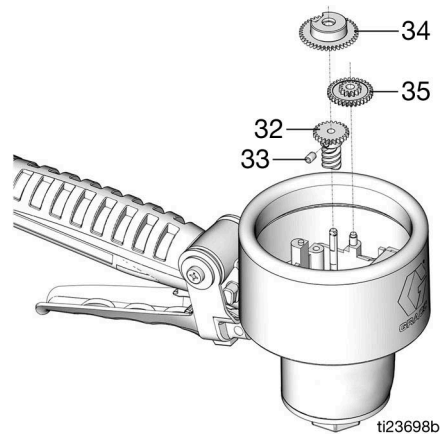

ABB. 18
6. Die Zahnrad-Stellschraube (33) mit einem 2-mm-Sechskantschlüssel entfernen. Die Zahnräder (32, 34, 35) abnehmen (ABB. 18).